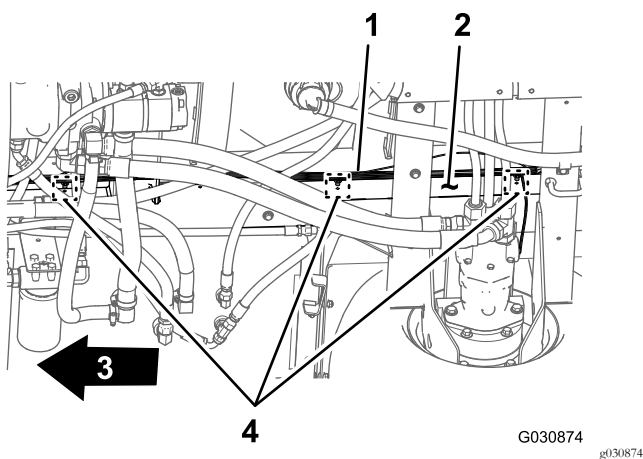

Figura 103
3. Passe a secção com 168 cm da cablagem elétrica para a frente ao longo do tubo da estrutura direita (Figura 103).
4. Insira os fixadores de pressão da seção com 168 cm da cablagem traseira nos orifícios no tubo da estrutura direita (Figura 103) onde existiam os fixadores de pressão da cablagem velha que foram removidos; consulte o passo 3 em Desligar a cablagem dianteira e traseira (página 11).